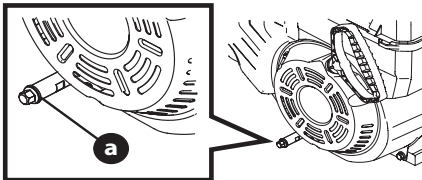

Figura 9
NOTA: Dependiendo del modelo del motor, el tapón de drenaje de aceite podría estar en la parte frontal y/o posterior del bloque, o como tubo extendido (se ilustra en la Figura 9). Ejemplos en la Figura 4 de la página 25.
- Limpié el área alrededor del tapón de drenaje de aceite (a) (Figura 9).
- Retire el tapón de drenaje de aceite (Figura 9).